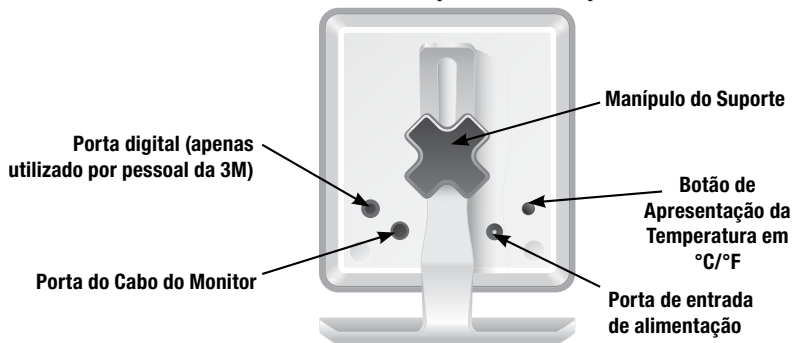

Figura 5: Parte Posterior da Unidade de Controlo
2. Ligue o cabo de alimentação na parte posterior da unidade de controlo SpotOn (consulte a Figura 5: Parte Posterior da Unidade de Controlo).
4. Se assim o desejar, utilize o cabo de monitor fornecido para ligar a unidade de controlo SpotOn ao monitor do paciente (consulte a Figura 5: Parte Posterior da Unidade de Controlo).